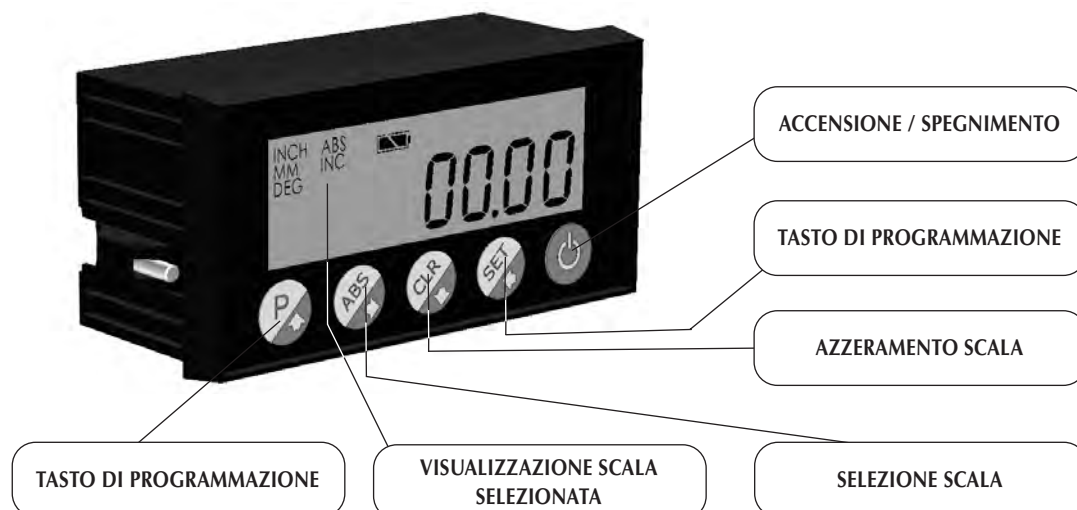

Fig. 5.4
4. Accendere la macchina azionando l'interruttore rif. 4 Fig. 5.1 e successivamente accendere i visualizzatori agendo sul tasto. Fig. 5.4
5. Azzerare entrambe le scale dei visualizzatori agendo sul tasto "CLR"; Fig. 5.4 (ogni visualizzatore dispone due scale indipendenti tra loro "ABS" e "INC", queste possono essere richiamate con il tasto "ABS").
- 3 Richiamare nel visualizzatore la scala "ABS" azionando il tasto "ABS" **Fig. 5.4**
- 5 Richiamare nel visualizzatore la scala "INC" azionando il tasto "ABS" ed azzerarla premendo il tasto "CLR" **Fig. 5.4**
- 3 Richiamare nel visualizzatore asse X la scala "ABS" azionando il tasto "ABS" **Fig. 5.4**
- 6 Richiamare nel visualizzatore asse Y la scala "INC" azionando il tasto "ABS" ed azzerarla con il tasto "CLR". **Fig. 5.4.**